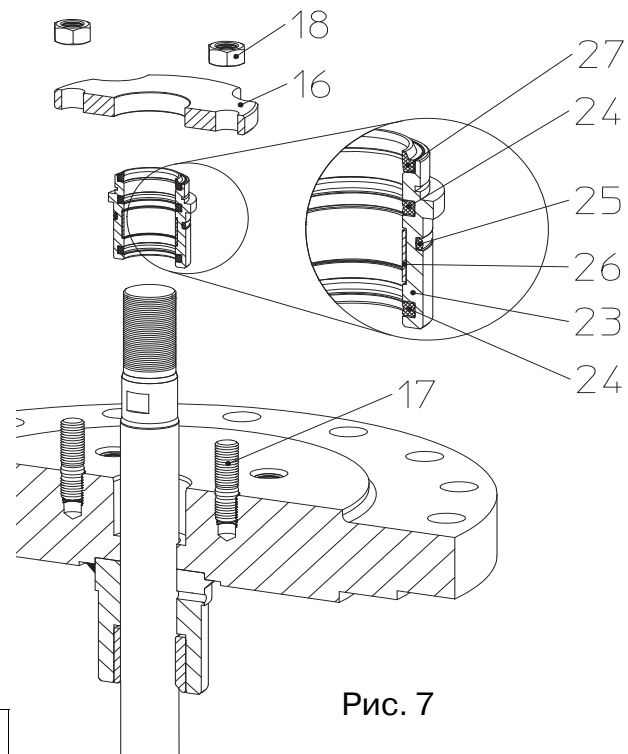

Рис. 7
- При замене уплотняющих элементов (поз. 24, 25) следите за правильным порядком установки и положением отдельных деталей (см. Рис. 7).